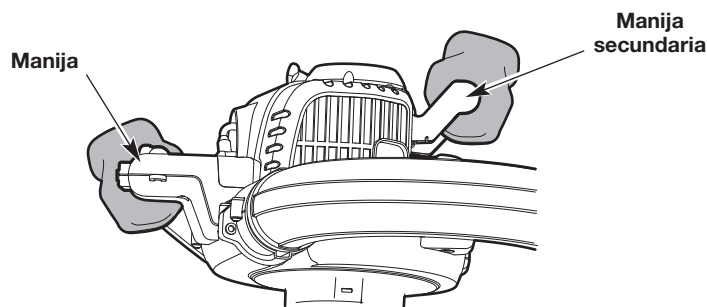

Fig. 16
- Sujete firmemente la manija con la mano derecha (Fig. 16). Sujete firmemente la manija secundaria con la mano izquierda (Fig. 16).